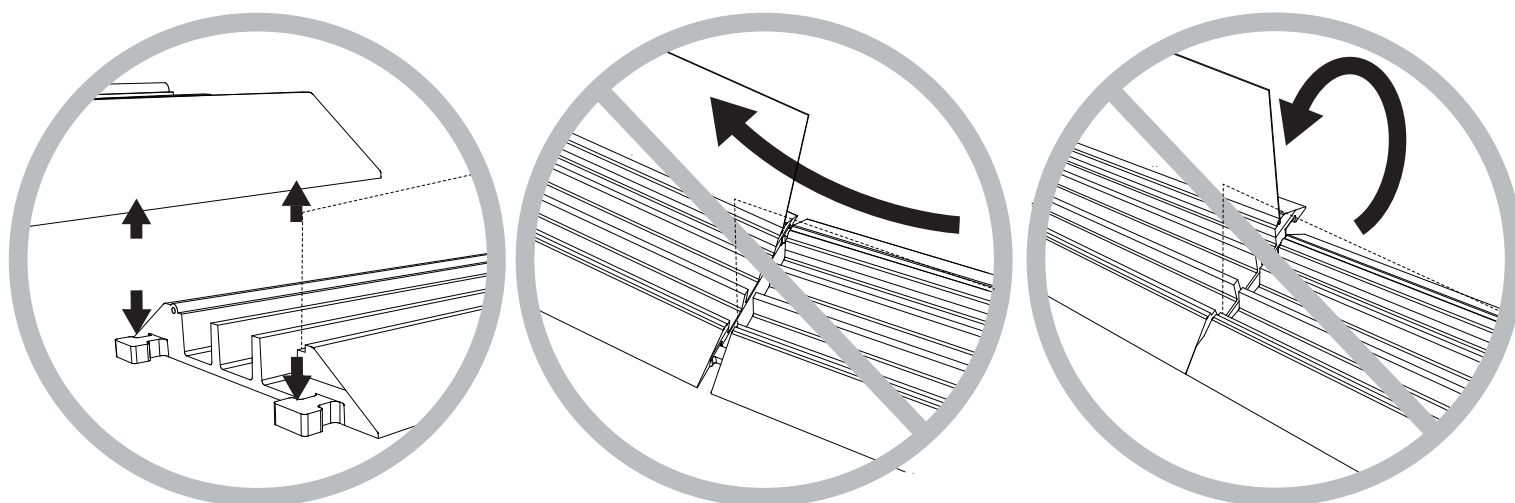

Fig.1 - Tutte le immagini mostrate sono solo a scopo illustrativo
1. Montare le sezioni allineando gli innesti femmina sopra quelli maschio (fig.1).